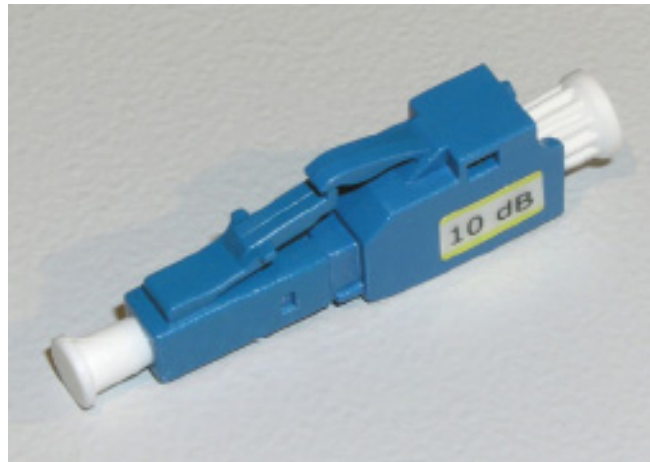

Bild 11 Dämpfungsglied, Bestellnr. 7XV5107-0AA00
Werden die in der Tabelle 1 aufgeführten Geräte 7XV5461-0Bx00 für die Kommunikation über Entfernungen (s) eingesetzt, die kürzer sind als in den technischen Daten angegeben, dann ist die Sendeleistung mit optischen Dämpfungsgliedern (siehe Bild 11) zu reduzieren.
Werden Geräte 7XV5461-0Bx00 für die Kommunikation über Entfernungen eingesetzt, die kürzer sind als in den technischen Daten angegeben (siehe Tabelle 1), dann ist die Sendeleistung mit optischen Dämpfungsgliedern (siehe Bild 11) zu reduzieren.
*Hinweis:* Für den Testbetrieb ist der FO-Repeater mit dem Endgerät gemäß Bild 11 zu verschalten. Es kann auch nur ein Port angeschlossen sein.